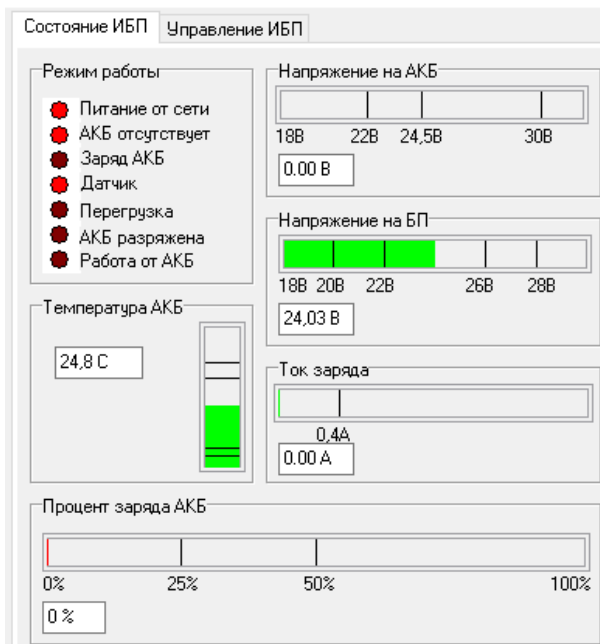

Рисунок 10 — Содержимое вкладки «Состояние ИБП»
9.7 Вкладка «Состояние ИБП» (рисунок 10) позволяет отслеживать состояние блоков через ПК, не имея прямого доступа к лицевой панели блока. Вкладка содержит следующие области: